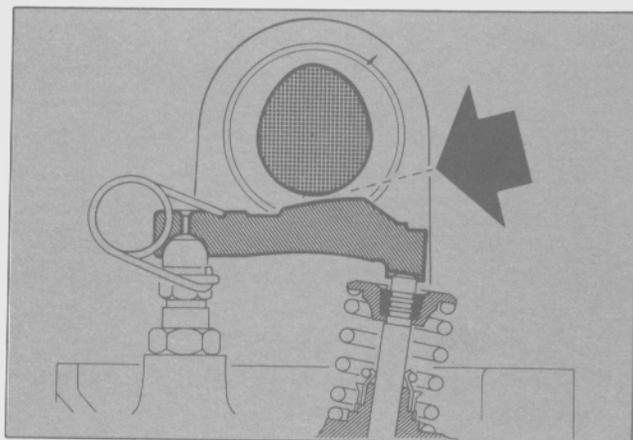

Fig. 59 - Ajuste de la luz de válvulas
- Ajustar la luz de válvulas siguiendo las indicaciones del punto 3.9. (Fig. 59).